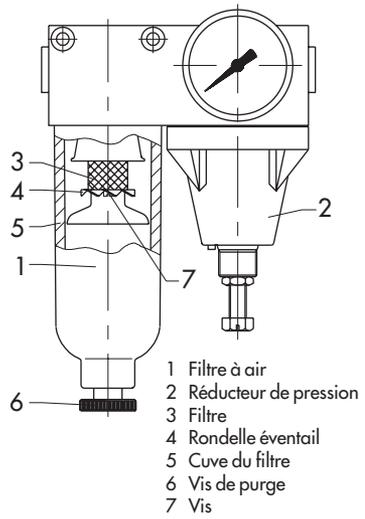

Fig. 5 · Poste de réduction d'air
Poste de réduction d'air (fig. 5)
Sur les exécutions avec «poste de réduction d'air» avec filtre (fig. 5) , il est recommandé de contrôler régulièrement le filtre. Ouvrir la vis de purge (6) et laisser s'écouler le liquide.